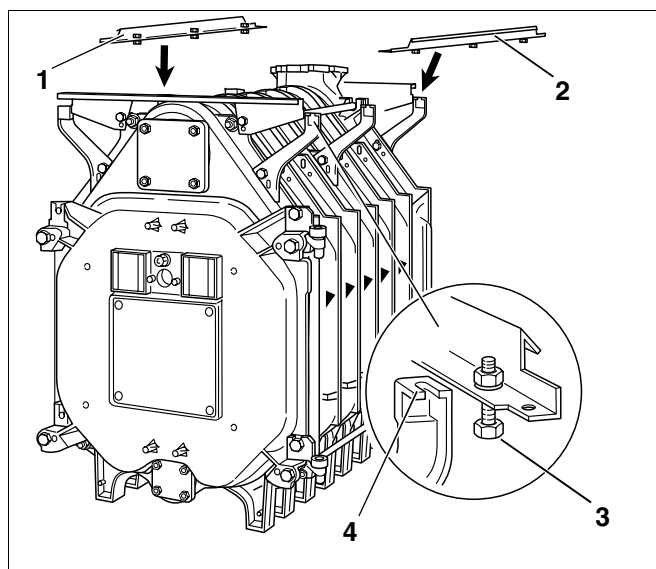

Fig. 37 Montage - Traverses longitudinales
- Poser les traverses longitudinales (fig. 37, **pos. 1 et 2**) sur les deux consoles des éléments arrière et avant.
- Faire glisser les traverses longitudinales avec les vis montées à l'avance (fig. 37, **pos. 3**) dans les évidements des consoles (fig. 37, **pos. 4**) et visser.